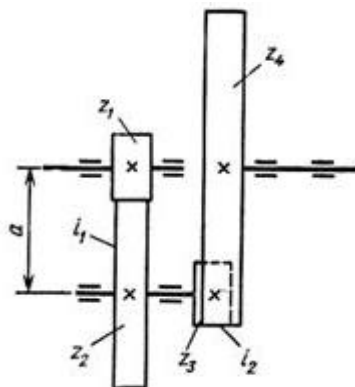

Рис. 43. Цилиндрическая зубчатая передача из колес внешнего и внутреннего зацепления
5. Цилиндрическая зубчатая передача состоит из двух колес внешнего и двух колес внутреннего зацепления (рис. 43). По известным данным: межосевое расстояние $a = 180$ мм; общее передаточное число $i_{14} = 20$; модуль зубчатых колес $m = 2,5$ мм и передаточное число второй ступени $i_{34} = 5$. Определить передаточное число первой ступени передачи и числа зубьев зубчатых колес.